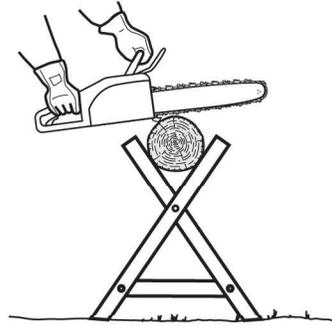

Fig. 44
- > Apoye troncos pequeños en un soporte de corte u otro tronco durante el trozado (Fig. 44).